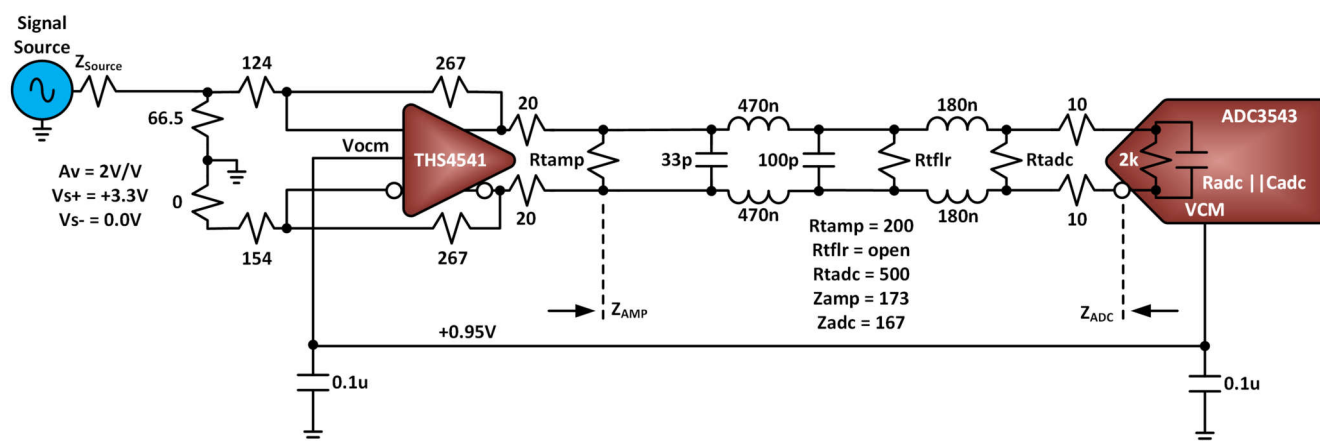

图 5-4. 真实直流耦合设计示例方框图
- 根据图 5-4，在实验室中构建接收器设计并按照步骤 1 中概述的所有要求开始累积一些测试测量值。在该用例中，本示例使用 THS4541 FDA 和 ADC3543 评估模块测试板（或 EVM），它们通常提供几个方便的修改选项以实现此类设计。不包含焊铁。